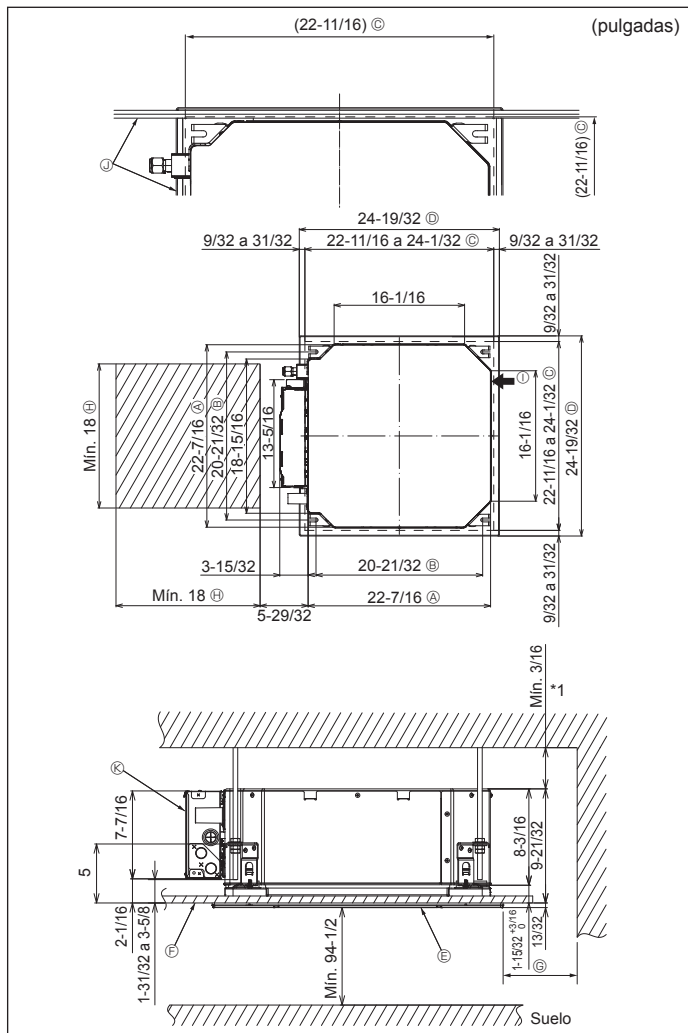

Fig. 4-2
①	Plantilla de instalación	1
②	Arandelas (con aislamiento) Arandelas (sin aislamiento)	4 4
③	Cubierta de la tubería (para la junta de las tuberías de refrigerante) diámetro pequeño (líquido) diámetro grande (gas)	1 1
④	Abrazadera (grande) Abrazadera (media) Abrazadera (pequeña)	6 2 2
⑤	Tubo de desagüe	1
⑥	Aislamiento	1
4.2. Lugares de instalación de las aberturas en el techo y los tornillos de suspensión (Fig. 4-2)